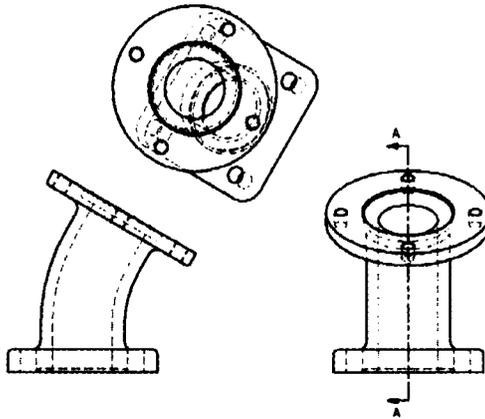

Рис. 2.9. Простой дополнительный вид
5. Щелкните в месте позиционирования вида, как показано на рис. 2.9.